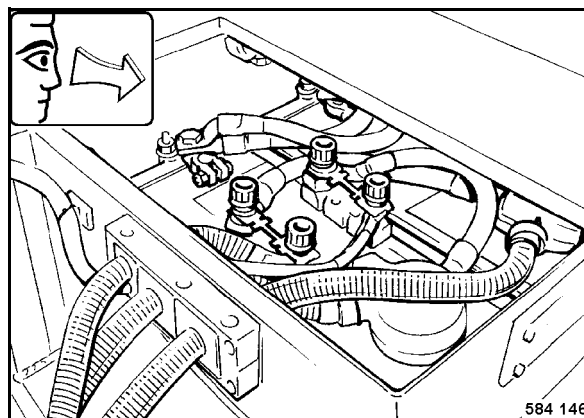

Fig. 128
- Desmontar la batería (Fig. 128) y limpiar el compartimento de la batería.